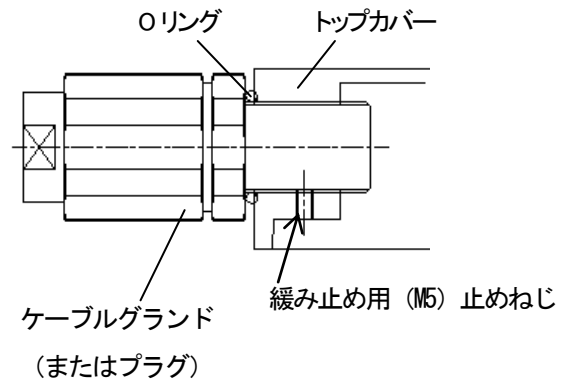
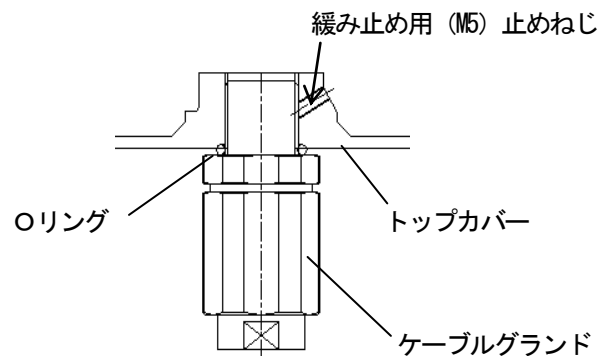

図2-1 ケーブルグランド接合部の断面図
図2-2 ケーブルグランド接合部の断面図
また、取り付け後は、トップカバー内部で付属の緩み止め用(M5)止めねじを締め付け、しっかりと固定してください。(図2-1、図2-2)
- V. ケーブルグランドを取付しないトップカバーねじ穴4ヶ所には、付属のプラグで穴を封止してください。プラグにOリングが装着されていることを確認し、付属の六角スパナ（呼び10）を使用して、トップカバーに取付てください。取付の際には、Oリングが確実に潰され防水性能が確保されるようにしてください。（図2-1参照）